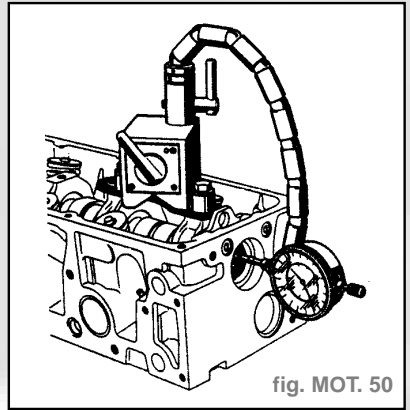

fig. MOT. 50
- Vérifier le jeu longitudinal, il doit être compris entre **0,01** et **0,15 mm**, si celui-ci n'est pas correct, la bride ou l'arbre à cames sont en cause (fig. MOT. 50).